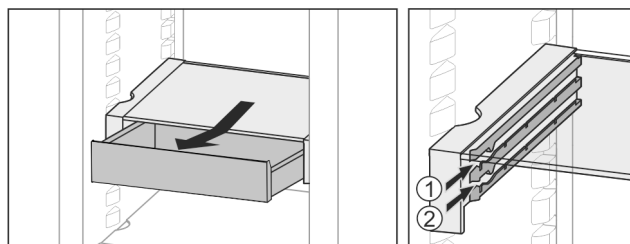

Fig. 30
- 在任意高度 Fig. 30 (1) 或 Fig. 30 (2) 推入。